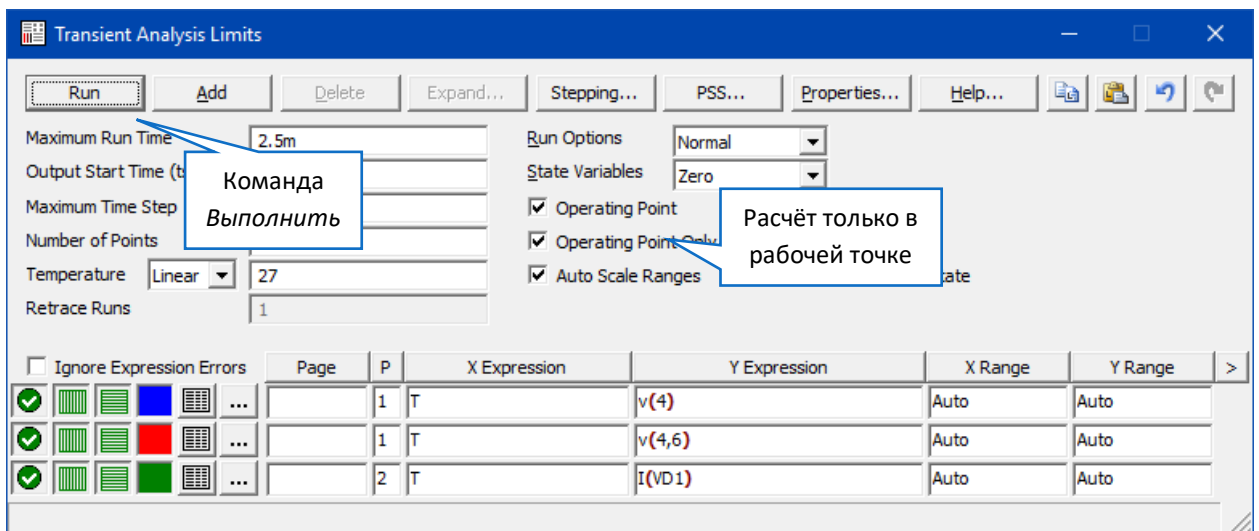

Рис. 3.1 - Диалоговое окно задания параметров анализа переходного процесса (расчёт статического режима)
- 3) выполнить моделирование в режиме *анализа переходных процессов* *Analysis* \Rightarrow *Transient* \Rightarrow *Limits*, выбрав в окне задания параметров (Рис. 3.1) (*Transient Analysis Limits*) режим моделирования *Operating Point Only* (Расчёт только в рабочей точке);